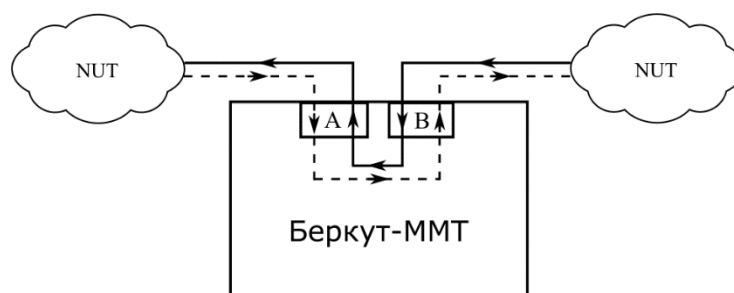
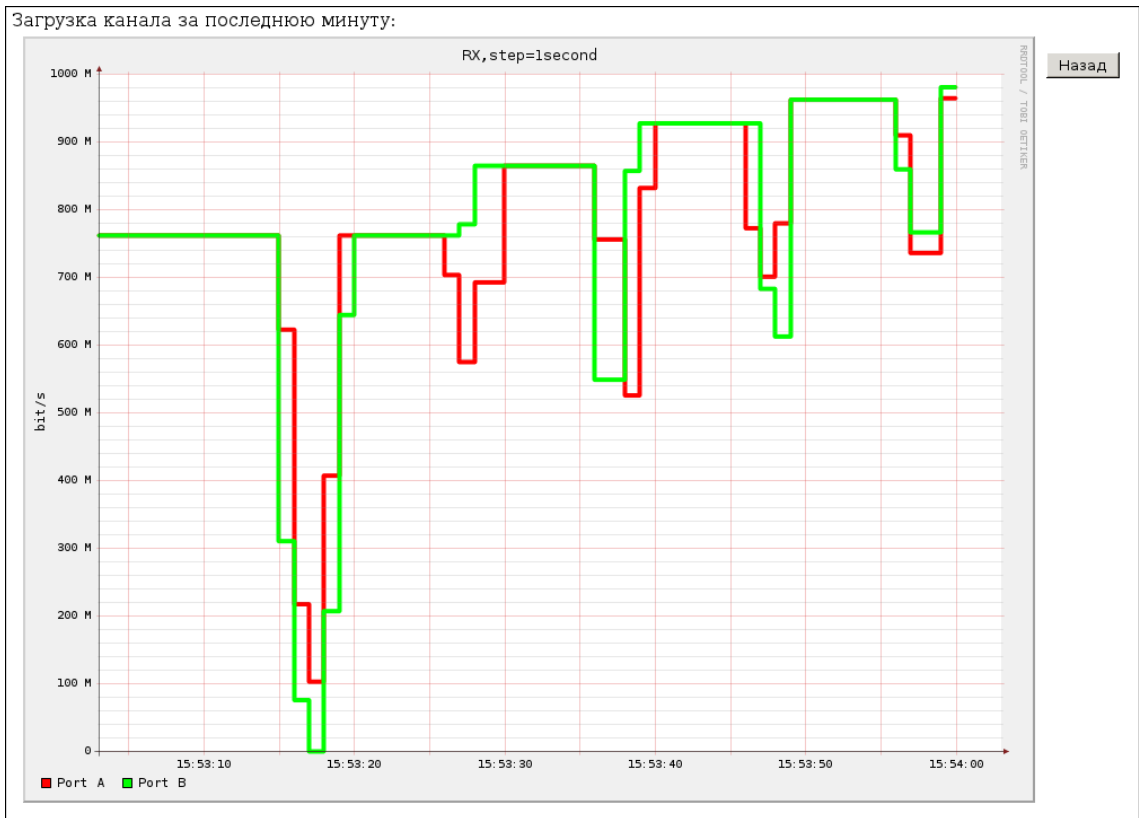

Рисунок 17.1. Подключение в режиме «Транзит»
Рисунок 17.2. График загрузки канала
1. Подключить прибор к тестируемой сети (см. рис. 17.1).
После выполнения вышеперечисленных действий трафик, приходящий на порт А(В) без изменений перенаправляется на порт В(А) (см. рис. 17.1). При этом выполняется сбор информации о нагрузке на приёмной части портов (см. рис. 17.2). Результаты доступны через веб-интерфейс¹⁴.